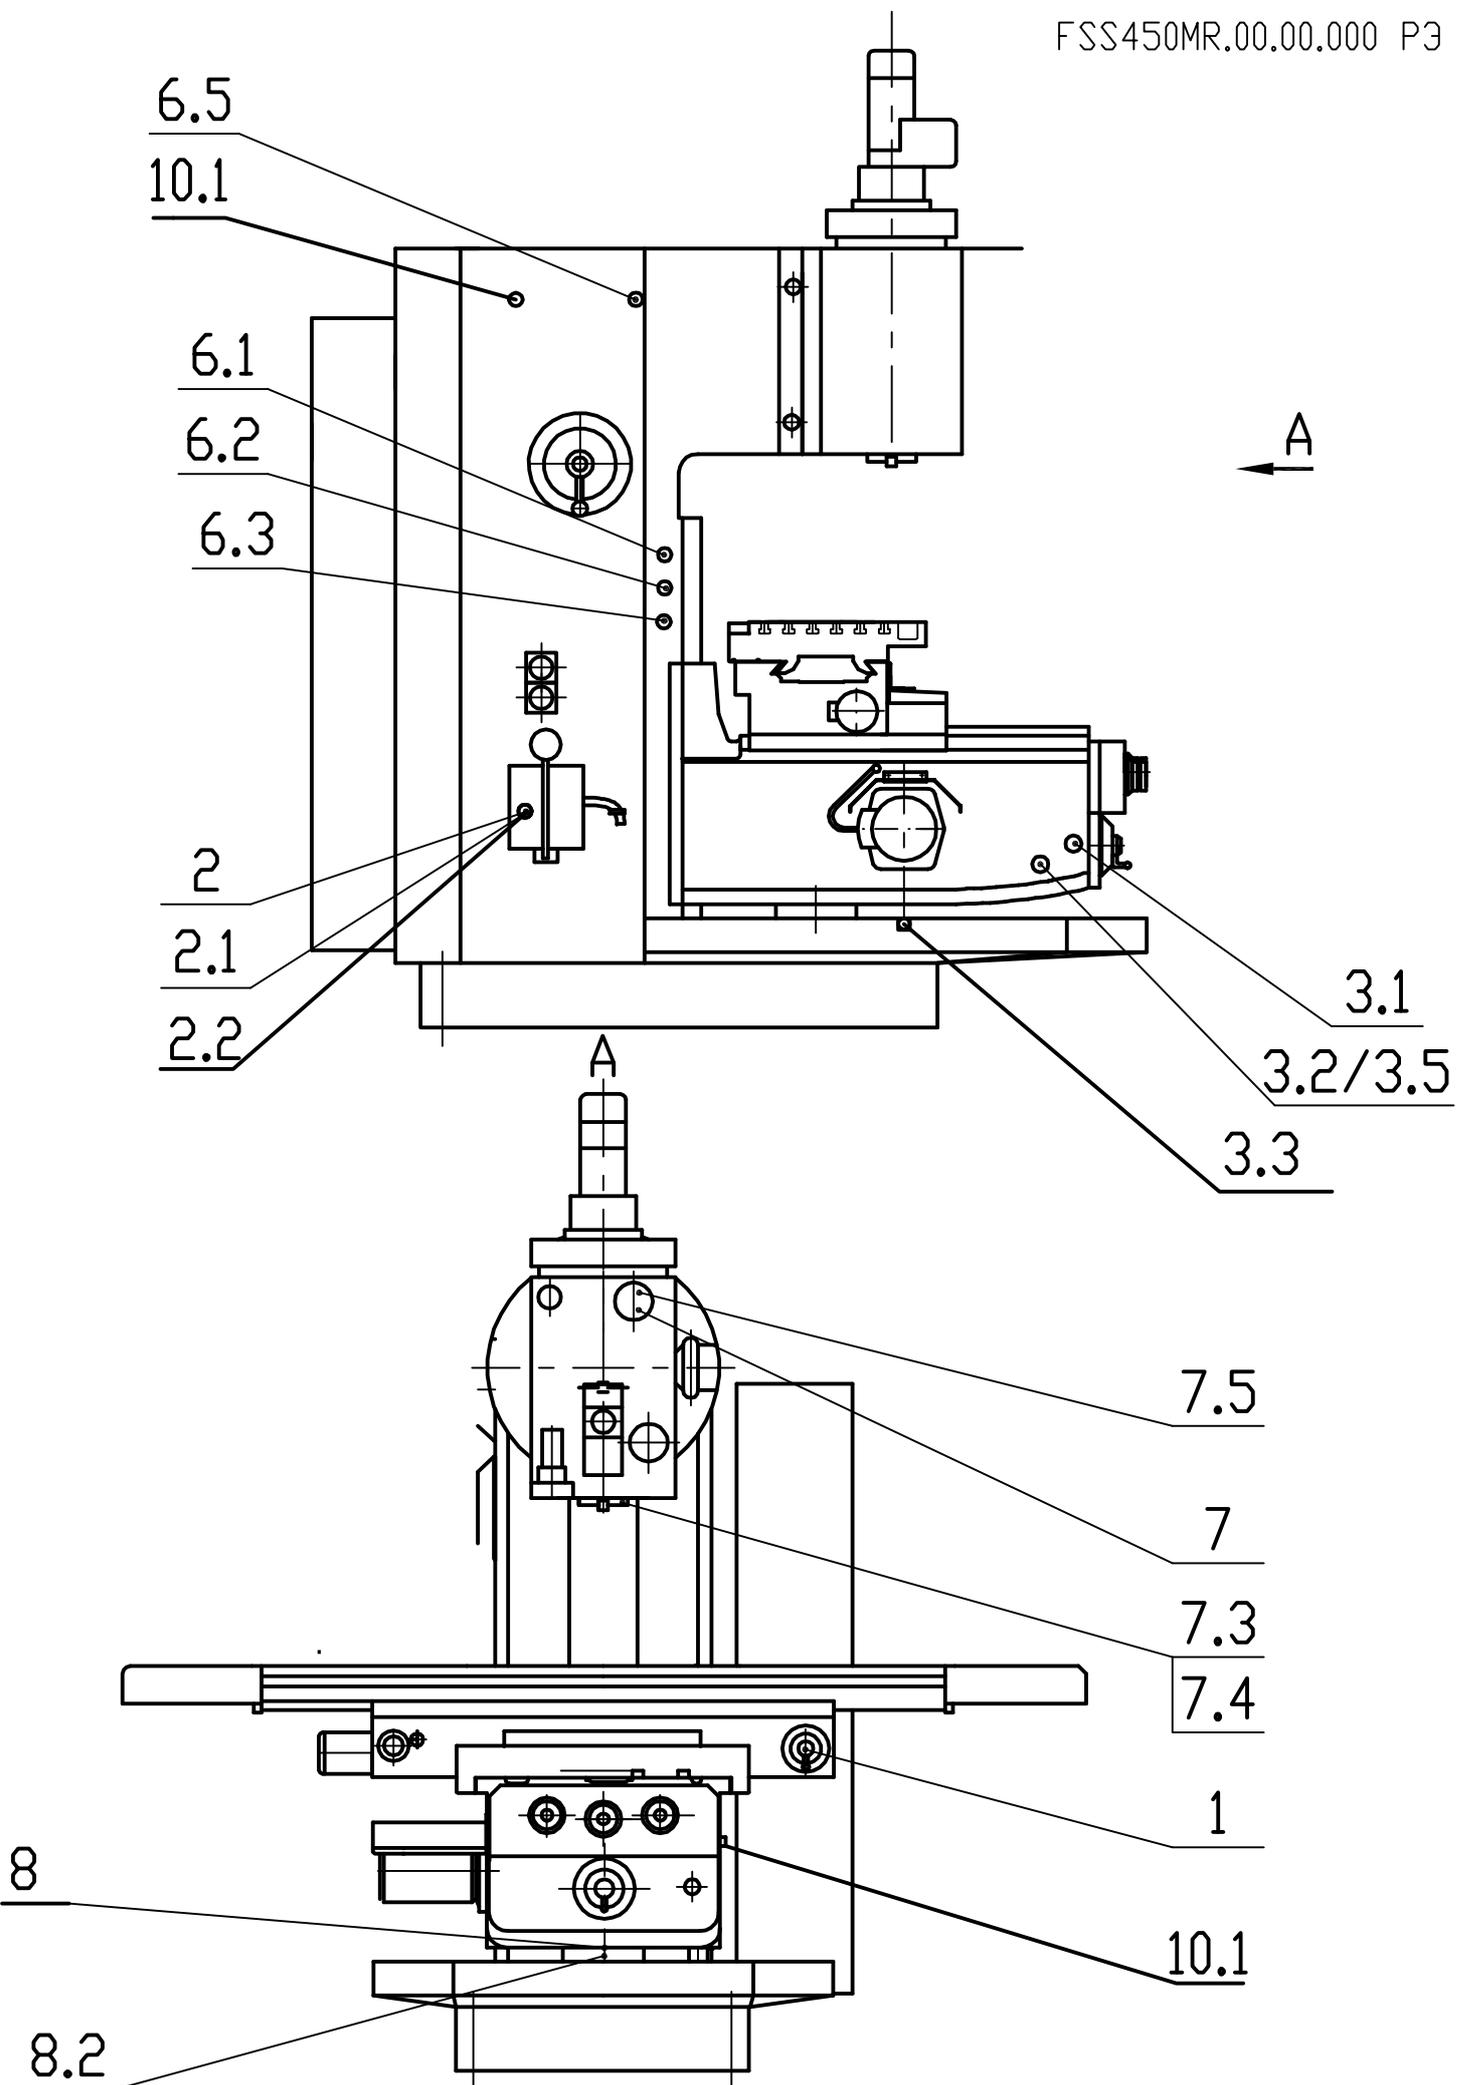

Рисунок 8.1-Схема смазки
Все точки смазки, имеющиеся на станке, применяемые при этом смазочные материалы и их расход, периодичность смазки приведены в таблицах 8.1, 8.2. Расположение точек смазки, а также их маркировка на станке приведены на схеме смазки (рисунок 8.1). Расшифровка нумерации точек смазки, указанных на схеме:
Из находящегося в стойке резервуара с заливочным отверстием 6.1 (рисунок 8.1) масло подается шестеренчатым насосом через сетчатый фильтр в коробку главного привода и через распределитель к соответствующим точкам смазки. Контроль поступающего к распределителю масла осуществляется с помощью фонтанирующей индикации 6.5. Масло, возвращающееся из коробки главного привода, отводится обратно в стойку.
- смазочное масло, направляемое из системы циркуляции в коробке главного привода в шпиндель, подается в дозированном количестве путем нажатия на кнопку 7 (рисунок 8.1);
Масляная полость с заливочным отверстием 3.1 (рисунок 8.1) находится в консоли. Привод шестеренчатого насоса осуществляется от вала II механизма подачи. Масло поступает к распределителю, а оттуда - к соответствующим точкам смазки консоли и механизма подачи. После смазки масло собирается в нижней части механизма подачи и отводится обратно в масляную полость консоли.